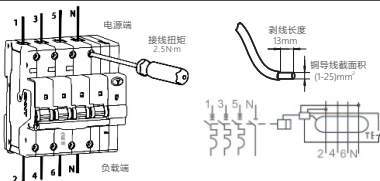

图6 接线方式及剥线长度
8.4 适用于铜导线连接，导线选择见表8，接线方式及剥线长度示意图见图6。